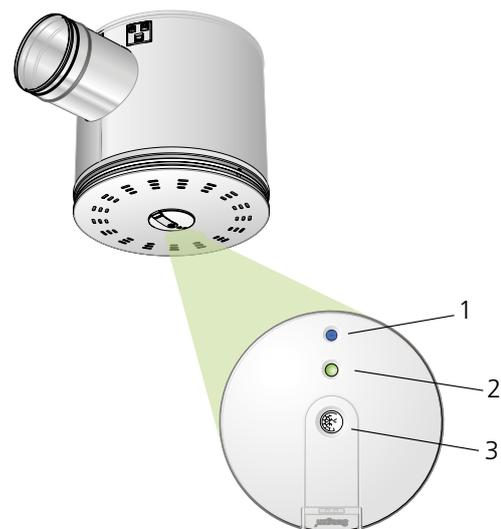

Figure 1. Module de détection d'ADAPT Free, avec raccord pour TUNE Adapt.
- À l'intérieur du diffuseur d'air, un régulateur fournit tous les points de consigne et fonctions de régulation requis, ainsi qu'un module de détection multifonctionnel (voir figure 1).